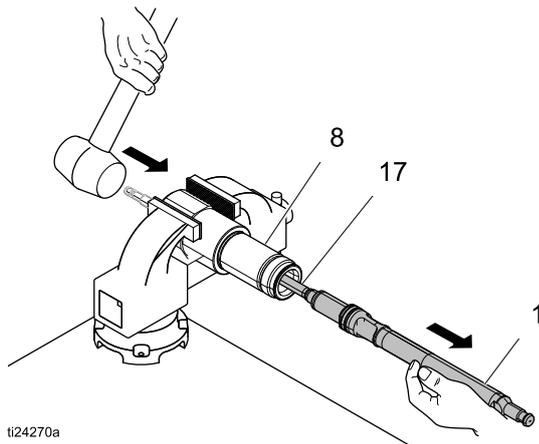

Figure 7
4. Rimuovere la tenuta (6) dal fondo del cilindro (8). Vedere la Fig. 7. Illuminare con una torcia l'interno del cilindro ed esaminarne la superficie per verificare l'eventuale presenza di graffi o danni. **Solo se il cilindro è danneggiato oppure se si riscontrano perdite attorno alla tenuta del cilindro superiore (6)**, svitare il cilindro dal blocco di uscita utilizzando un giratubi. Rimuovere la tenuta del cilindro superiore.